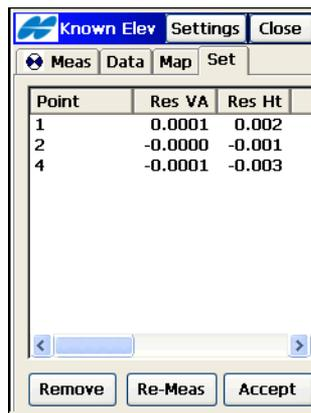

Abbildung 8-44. Höhenkoordinaten für unbekanntes Punkt berechnen
6. Öffnen Sie das Register *Mess*. Tippen Sie im Fenster **Bek. Höhe**. (Abbildung 8-44) auf **OK**. Die Höhenkoordinaten des unbekanntes Punktes wird berechnet.